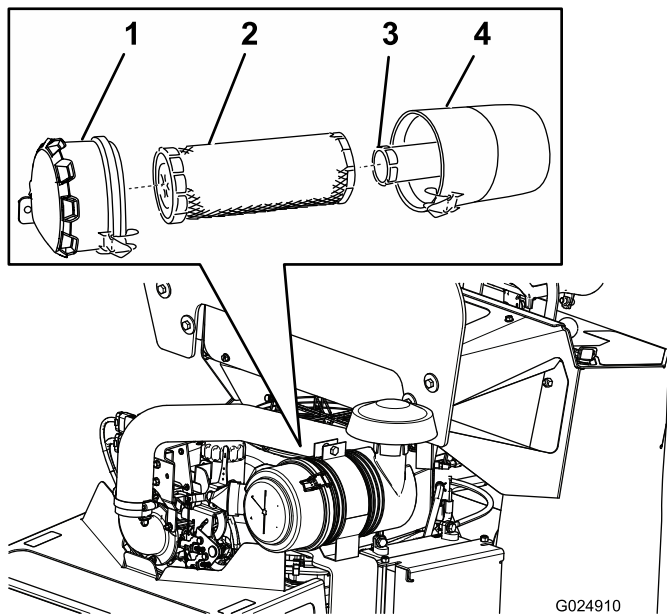

Figura 29
3. Rilasciate i dispositivi di fermo del filtro dell'aria e togliete il coperchio dal corpo del filtro (Figura 29).
5. Estraiete con cautela il filtro primario dal corpo del filtro dell'aria (Figura 29).
2. Se sostituite il filtro interno, inseritelo con cautela nel corpo del filtro (Figura 29).
3. Montate con cautela il filtro primario sul filtro interno (Figura 29).
4. Fate scorrere il coperchio sul corpo del filtro dell'aria e fissatelo con i dispositivi di fermo (Figura 29).